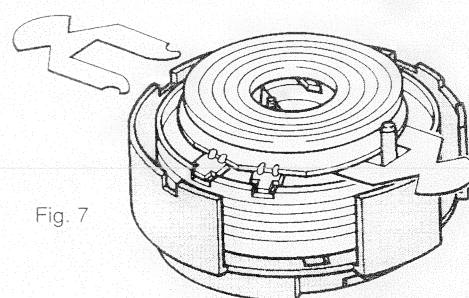

Fig. 7
- Die 2 Mylarfolien (jeder Kopfscheibe beige) in die Kopfscheibe einsetzen (Fig. 7).